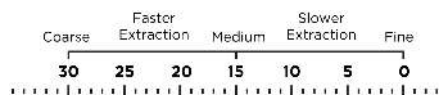
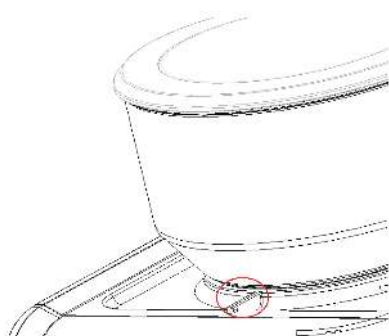

Fig. 3:
Fig. 4:
2. Bønneboksen har markeringer som indikerer kaffens grovhet (se Fig. 3). For å justere kverninnstillingen, sørg for at ønsket innstilling på bønneboksen er justert med markeringen på lokket (som vist i Fig. 4).